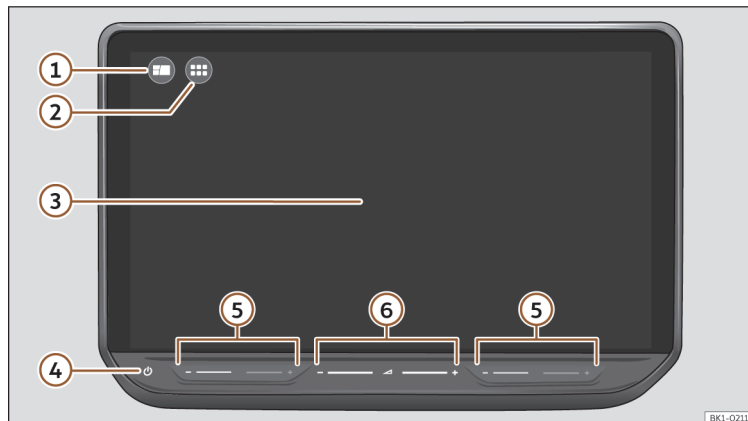

Fig. 155 Quadro geral: unidade de comandos.
Personalize o menu superior ou a vista HOME >>> **Fig. 155** ① para aceder rapidamente às suas funções favoritas ou às que utiliza com maior frequência.